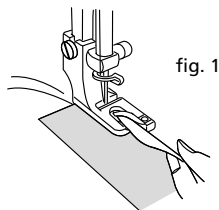

fig. 1
- Colocar el borde del tejido bajo el prensatelas (con el revés hacia arriba) de modo que quede casi al ras con el borde interior de la punta derecha (fig. 1)